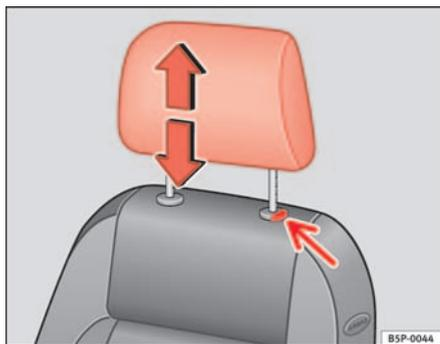

Fig. 94 Poggiatesta: regolazione dell'altezza oppure smontaggio
- Premere il tasto ⇒ fig. 94 (freccia).